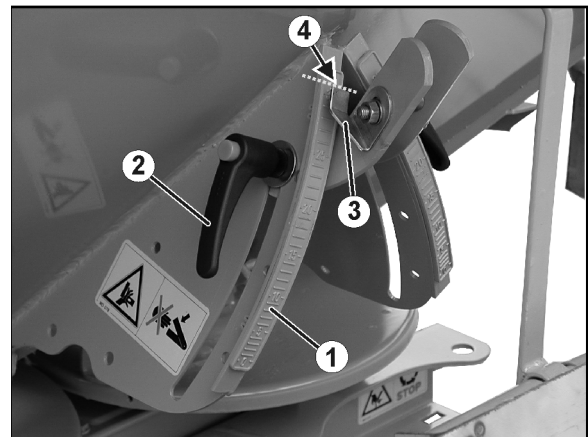

Fig. 61
2. Flügelmutter (Fig. 61/1) lösen.
3. Auf der Skala (Fig. 61/2) den der Streutabelle entnommen beziehungsweise mit der Abdrehvorrichtung ermittelten Skalenwert für die Schieberstellung aufsuchen.
4. Die Ablesekante (Fig. 61/3) der beiden Stellhebel (Fig. 61/4) auf diesen Skalenwert einstellen.
5. Flügelmutter (Fig. 61/1) wieder fest anziehen.